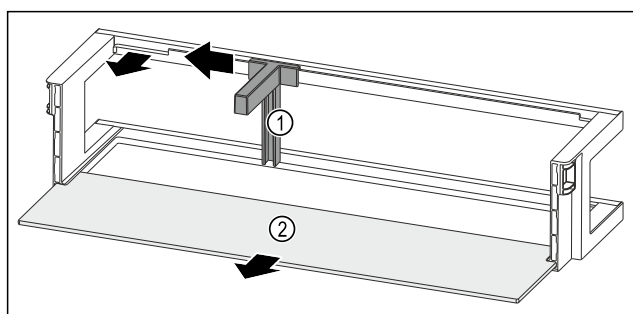

Fig. 133 带瓶托和搁板的门边存放架
- ▶ 将瓶托 Fig. 133 (1)推至槽边。
- ▶ 取出瓶托 Fig. 133 (1)。
- ▶ 取出搁板 Fig. 133 (2)。